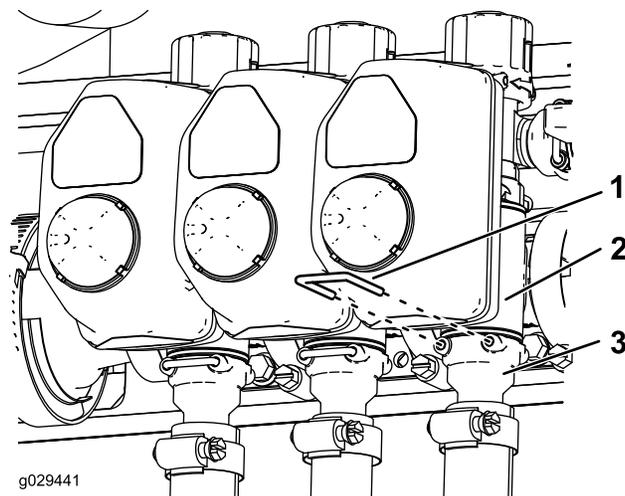

图1
4. 从水箱后面的机器右侧拆下 3 个软管接头的叉子，并将软管接头与喷洒臂段阀断开（图1）。